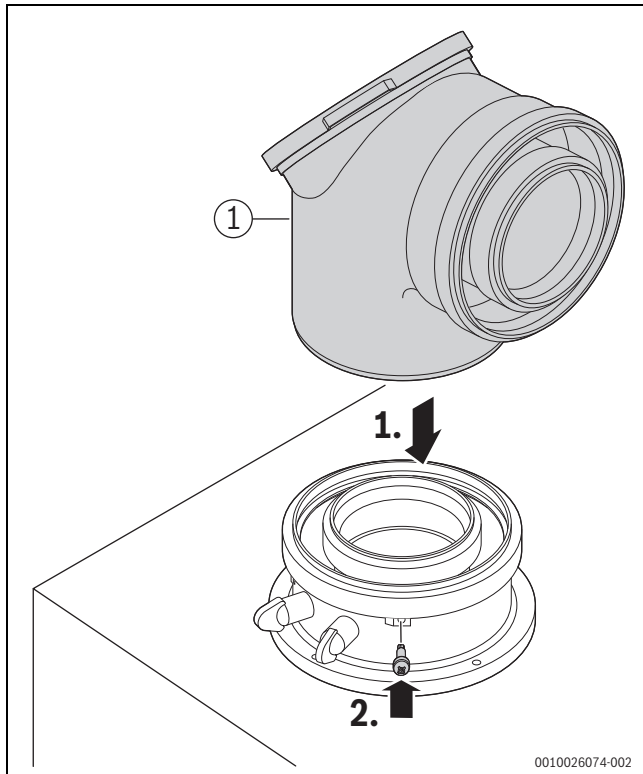

Bild 78 Abgaszubehör einsetzen und mit Schraube sichern
- ▶ Abgaszubehör anschließen (→ Bild 78, [1]). Dabei die Installationsanleitung des Abgaszubehörs beachten.